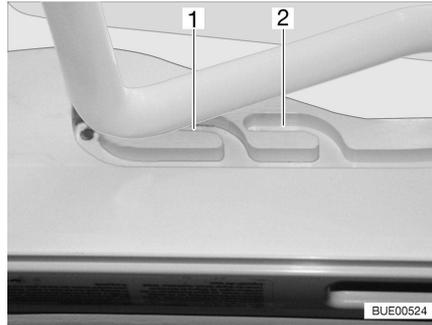
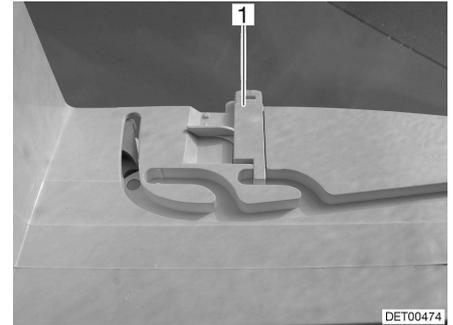

Bild 36 Heki-Dachhaube in Lüftungsstellung
Bild 37 Verriegelung Lüftungsstellung
Die Heki-Dachhaube kann in zwei Lüftungsstellungen gebracht werden: Schlechtwetterstellung (Bild 36,1) und Mittelstellung (Bild 36,2). Je nach Modell kann die Dachhaube in der Mittelstellung mit den beiden Riegeln (Bild 37,1) links und rechts am Rahmen der Dachhaube verriegelt werden.
- Den Bügel leicht nach oben drücken und in die gewählte Führung (Bild 36,1 oder 2) schieben und ggf. verriegeln.